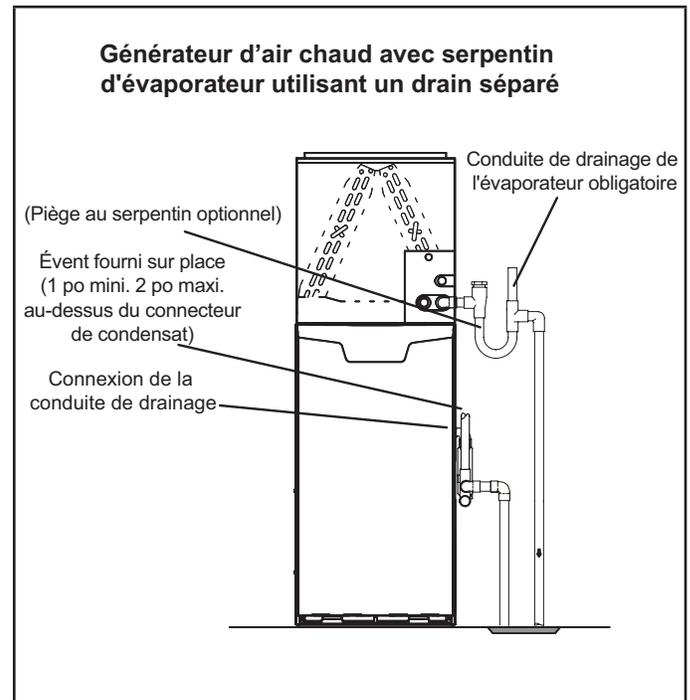
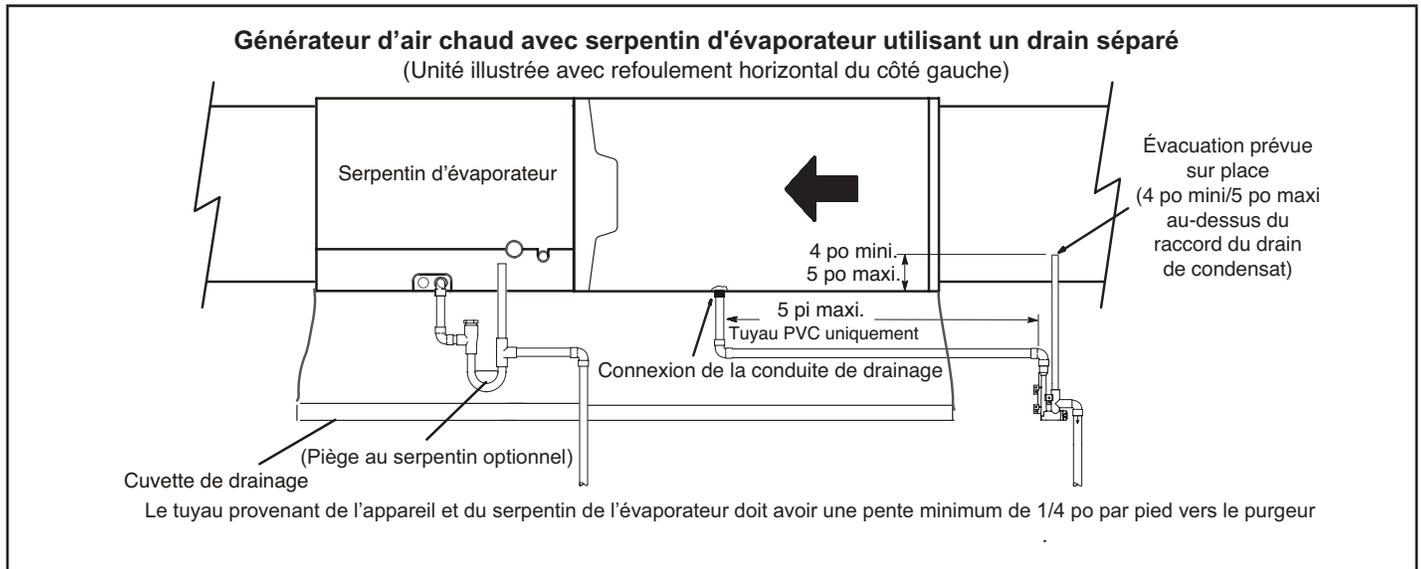
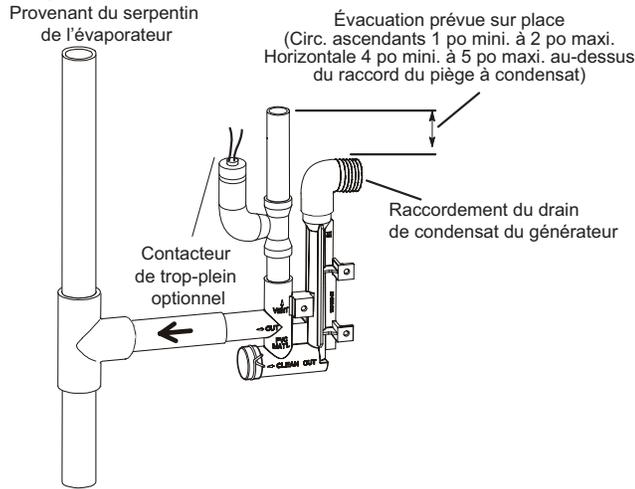

Figure 48
Figure 49
Figure 50
- 5 - La Figure 48 et la Figure 49 montrent l'appareil et le serpentin d'évaporateur utilisant un drain séparé. Si nécessaire la conduite de condensat de l'appareil et celle du serpentin d'évaporateur peuvent s'écouler ensemble. Reportez-vous aux Figure 50, Figure 51 et Figure 52.